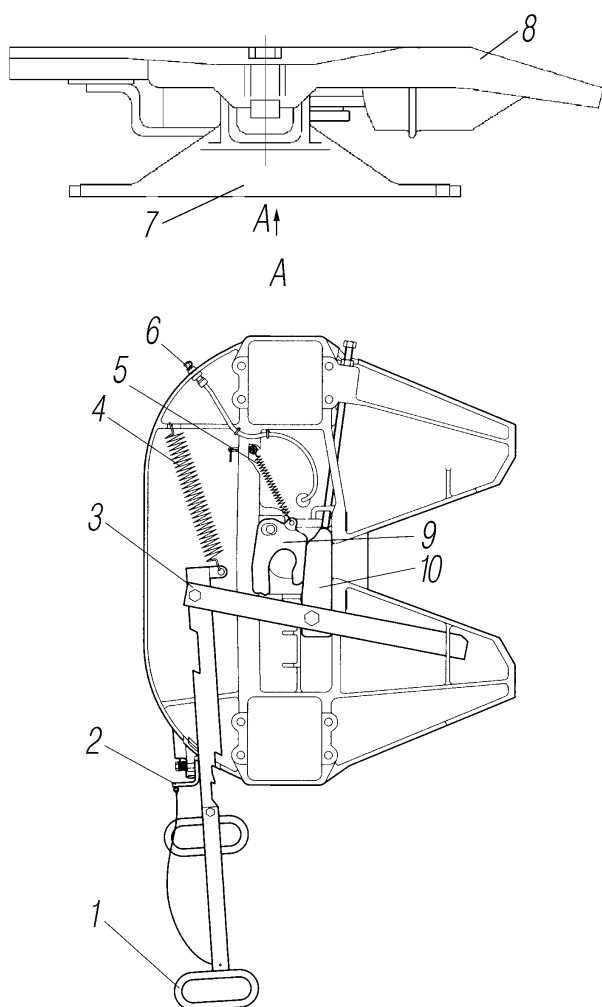
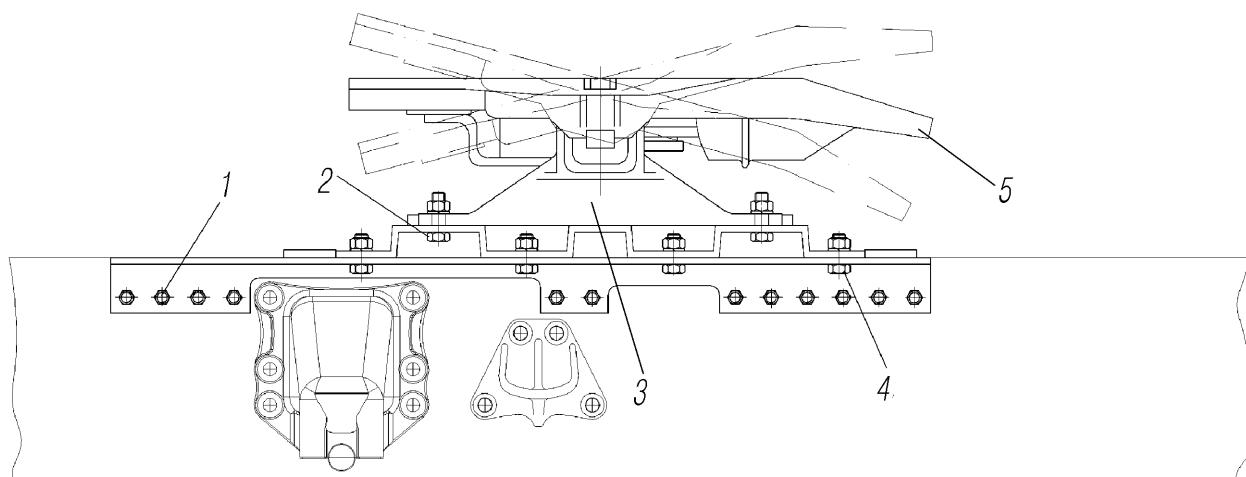

Рис. 77. Устройство седельно-сцепное:
Рис. 78. Установка седельно-сцепного устройства:
ССУ состоит из седла 8 (рис. 77), кронштейнов 7 и разъемно-сцепного механизма. Резиновые амортизаторы в соединении седла и кронштейнов обеспечивают качение седла в продольной и поперечной плоскостях и снижают динамические нагрузки.
Перед выездом на линию проверить надежность крепления ССУ к монтажной плите (рис. 78), плиты к усилителям и усилителей к раме автомобиля, крепление запирающего устройства. Проверить состояние захватов, запорного крюка 9 (см.рис. 77) и пружин 4,5.
- затормозить тягач стояночным тормозом. Убедиться, что предохранитель саморасцепки 2 (см.рис. 77) опущен вниз и препятствует перемещению рукоятки на себя;